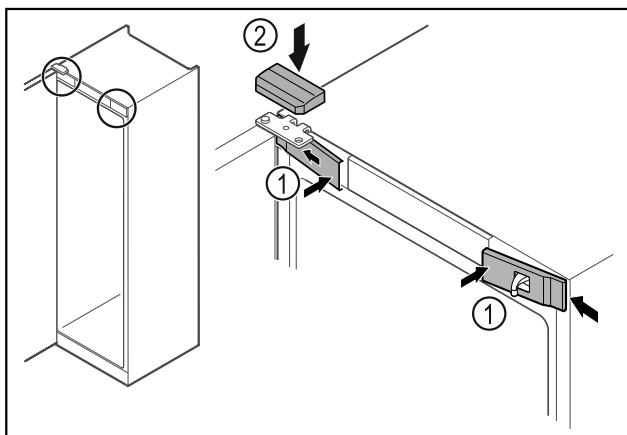

Fig. 54
- Vordere Abdeckungen Fig. 54 (1) seitlich einhaken und aufrasten.
- Obere Abdeckung Fig. 54 (2) von oben aufrasten.